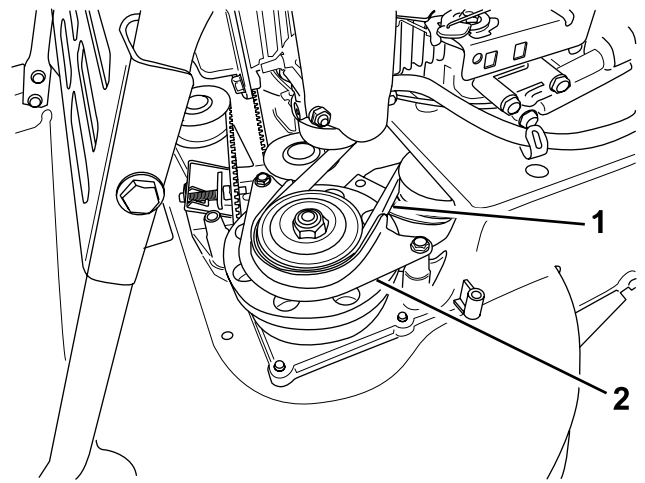

Figure 40
7. Déposez la protection de la courroie du BBC (Figure 40).